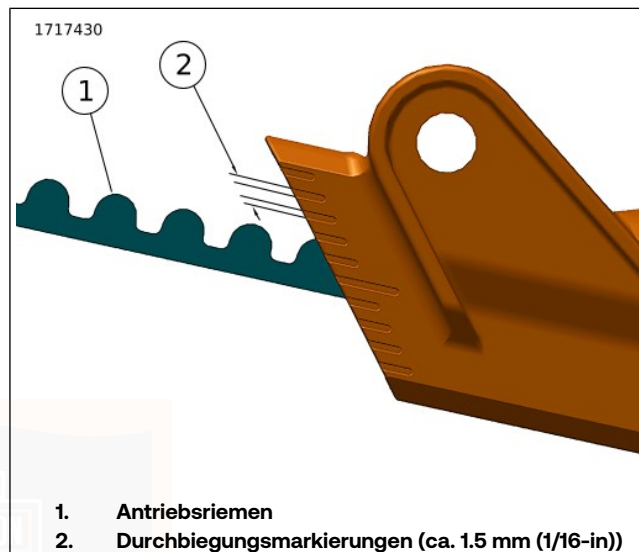

Abbildung 56. Sichtfenster der Riemendurchbiegung
- a. Den O-Ring (4) zur Null-Markierung (3) schieben.
- b. Riemenhalterung (2) an der Unterseite des Antriebsriemens anlegen, linear mit dem Riemendurchbiegungs-Sichtfenster.
- c. Den Knopf (6) nach oben drücken, bis der O-Ring nach unten auf die Markierung 4,54 kg (10 lb) (5) rutscht; dort festhalten.
- a. Siehe Abbildung 56. Die Riemendurchbiegung durch das Riemendurchbiegungs-Sichtfenster messen und dabei das Prüfgerät ruhig halten. Jede Durchbiegungseinteilung entspricht ungefähr 1,6 mm (1/16 in).